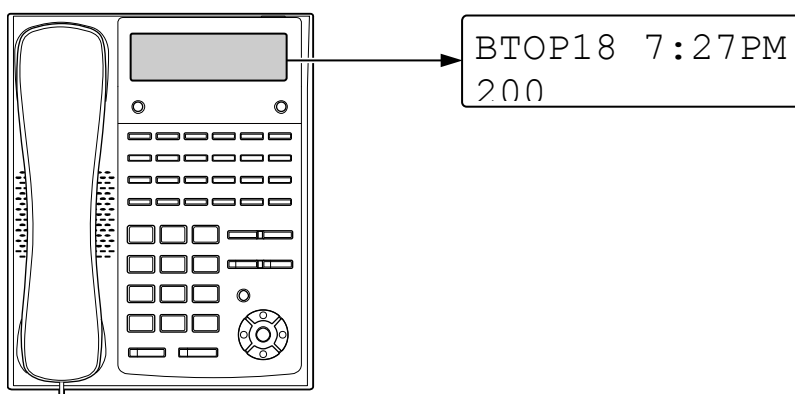

Рисунок 3-6 Информация на дисплее (нерабочее состояние)
3. Когда система полностью завершит перезагрузку, индикатор RUN (пуск) на плате ЦП замигает синим, а на дисплее подключенного к системе многоканального терминала отобразится время/дата и добавочный номер (см. Рисунок 3-6 Информация на дисплее \(нерабочее состояние\)).